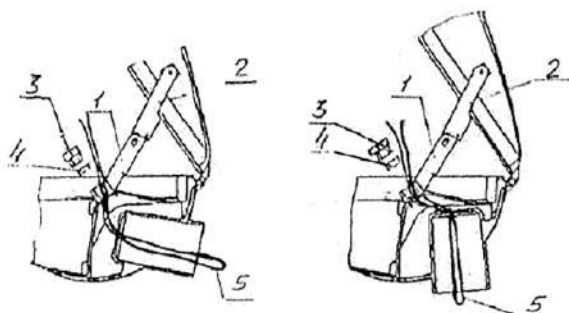
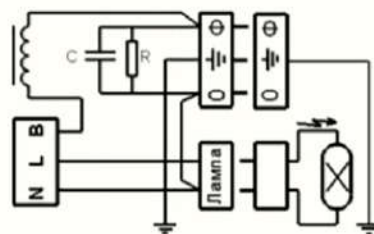

Рисунок 2
Рисунок 3
Отвернуть шутицер (3) сальникового ввода и снять резиновую втулку (4). С помощью проволоочной петли (5), см. (рисунок 2), сетевые провода и провод заземления протянуть внутрь светильника через втулку и шутицер. Сетевые провода присоединить к клеммам штепсельного соединителя на панели, согласно схеме включения (рисунок 3), а провод заземления присоединить к узлу заземления, который расположен на корпусе, предварительно закрепив их планкой для зажима проводов.